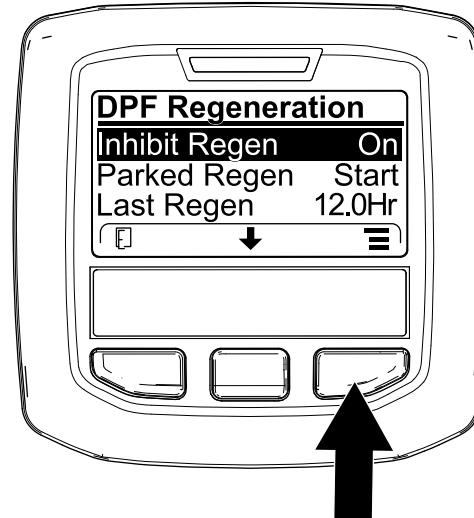

Figure 47
1. Ouvrez le menu DPF Regeneration (régénération du FAP), appuyez sur le bouton central pour naviguer jusqu'à l'option INHIBIT REGEN (interdiction de régénération), et appuyez sur le bouton droit pour la sélectionner (Figure 47).
2. Appuyez sur le bouton droit pour changer l'option d'interdiction de régénération de On (activée) à Off (désactivée) (Figure 47) ou inversement (Figure 48).